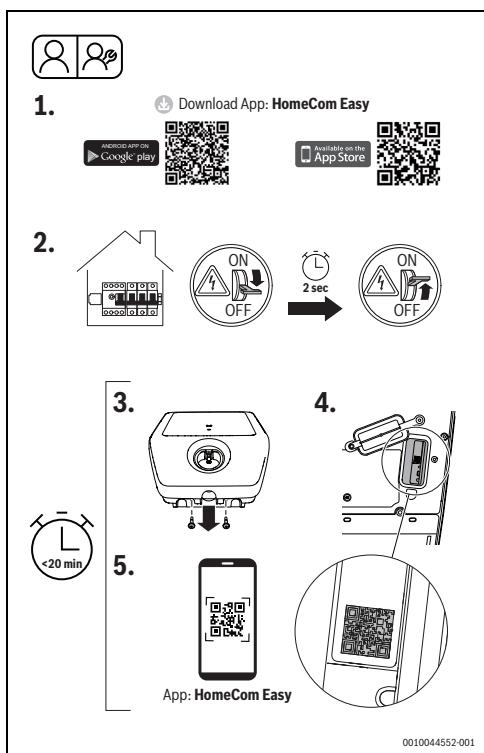

Fig. 163 HomeCom Easy
- Desconectar el Power Charge 7000i del panel de alimentación eléctrica y, después de aproximadamente dos segundos, activarlo nuevamente (fig. 163, paso [2]).
- Soltar los dos tornillos en la pared delantera (fig. 163, paso [3]).